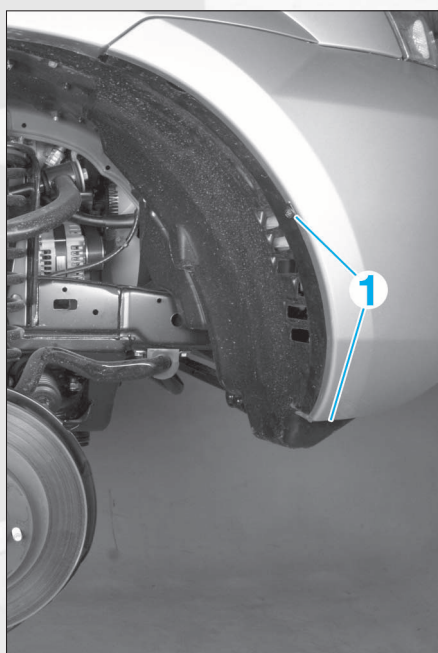

FIG. 4
- Déposer de chaque côté, les vis de fixation du pare-boue (1) (Fig.4).